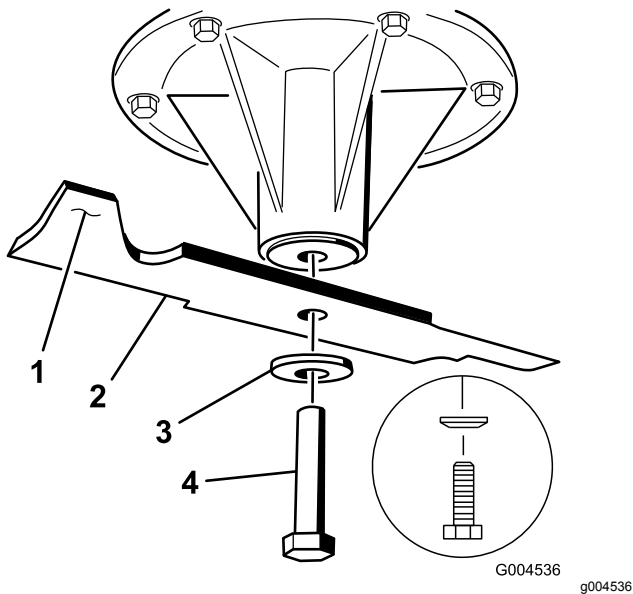

Figura 99
2. Retire del eje el perno de la cuchilla, la arandela curva y la cuchilla (**Figura 99**).